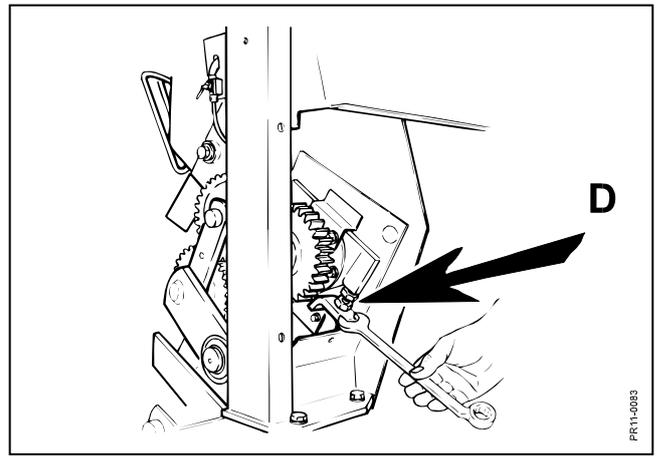

Fig. 3-29
- Fig. 3-29** Die Einstellung wird an der Schraube **D** vorgenommen, die mit einer Gegenmutter versehen ist, die nach der Einstellung sorgfältig angezogen werden muß. Die Einstellung an beiden Seiten der Maschine vornehmen.